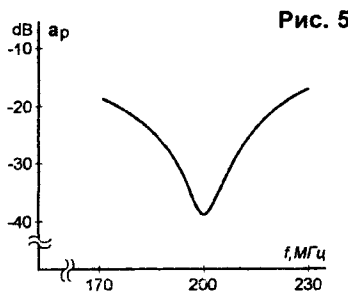

Рис. 5
- большая величина развязки между плечами (рис.5).